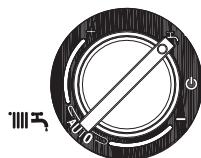

Fig. 4.5
Estate: ruotando il selettore sul simbolo estate (fig. 4.5) si attiva la funzione tradizionale di solo acqua calda sanitaria. In caso di richiesta di acqua calda, la caldaia si accende e il led di segnalazione di stato caldaia (2) si accende verde fisso. Il visualizzatore digitale (5) indica la temperatura dell'acqua sanitaria (fig. 4.4b).